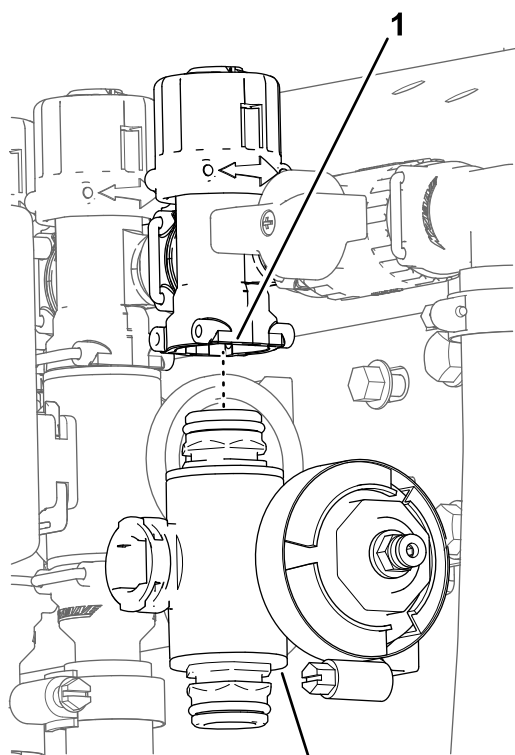

Figura 106
3. Para as válvulas de secção da rampa esquerda ou direita, retire os parafusos de cabeça flangeada e as porcas flangeadas que prendem a(s) válvula(s) de secção à montagem da válvula e retire o(s) coletor(es) da válvula da máquina; para a válvula de secção central, retire o coletor da válvula de secção da máquina (Figura 106).